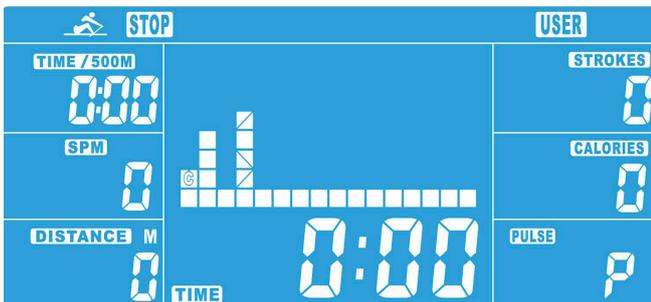

Abbildung 15
2. Drücken Sie UP oder DOWN, um die Widerstandsstufe für jede Spalte (Abb. 15) einzustellen. Gelingen Sie zur nächsten Spalte mit ENTER. Halten Sie MODE für 2 Sekunden gedrückt, um die Eingabe zu beenden oder zu verlassen.